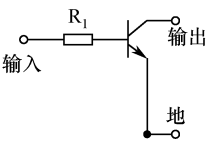

图 3-59 内部连接
(1) 内部电路（以 DTA113TKA 为例）：PNP 型数字晶体管的内部连接如图 3-59 所示。